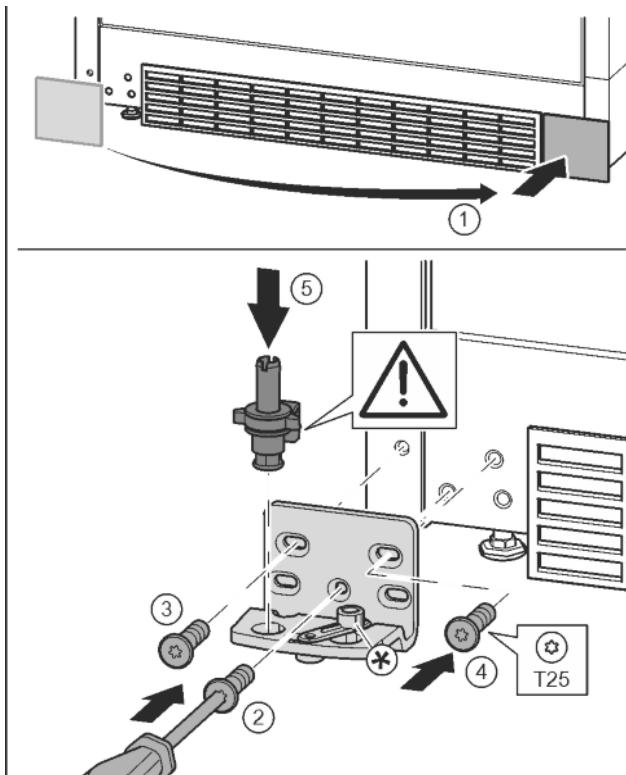

Fig. 18
- ▶ Skinite pokrov i postavite ga na drugoj strani. Fig. 18 (1)
- ▶ Postavite podložak ležaja na drugoj strani i zavijte pomoću odvijača T25. Započnite s vijkom 2 dolje u sredini. Fig. 18 (2)
- ▶ Pritegnite vijak 3 i 4. Fig. 18 (3, 4)
- ▶ Kompletno umetnute podložak ležaja. Pri tome pazite da je ispuščenje za blokiranje okrenuto prema otraga. Fig. 18 (5)